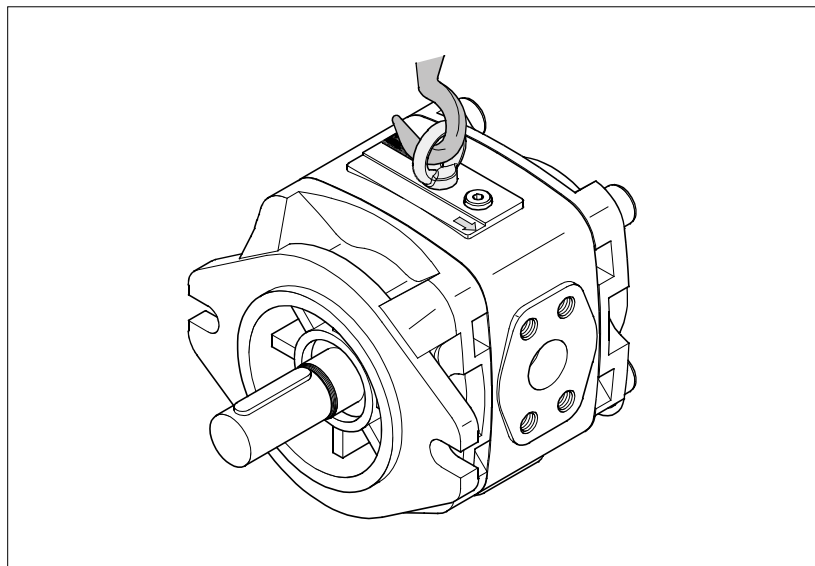

Abb. 4: Befestigung mit Ringschraube
- ▶ Heben Sie die Innenzahnradpumpe, wie in der Abb. 4 gezeigt, mit der eingeschraubten Ringschraube ohne Beschädigungsgefahr an.